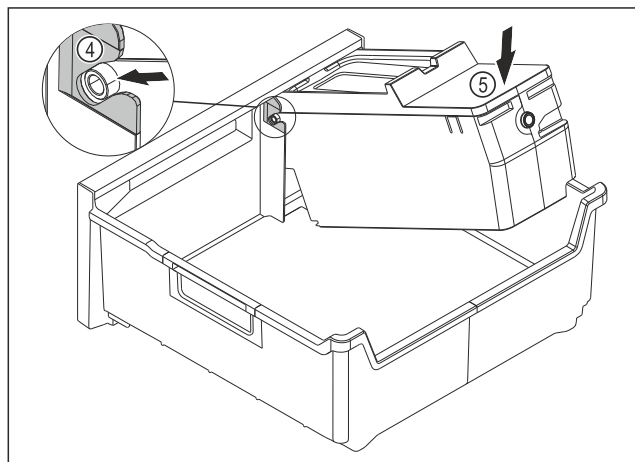

Fig. 116
- ▶ Az EasyTwist-Ice egység testének szerelése: Tolja be az EasyTwist-Ice egység testének tengelyeit a vezetőelemekbe Fig. 116 (4).
- ▶ Nyomja le az EasyTwist-Ice egység testének Fig. 116 (5) hátsó részét.